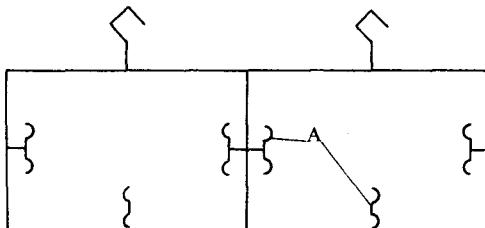

图 1-17
2) 钢圈镀铬挂具：见图 1-17。图中 A 为具有弹性的夹爪，以使工件接触紧密，同时又要有一定的强度，靠三个夹爪应能支撑起钢圈。挂具的挂钩用纯铜排制作，框架可用方钢或扁钢焊接制作，挂钩与框架采用铜焊焊接。